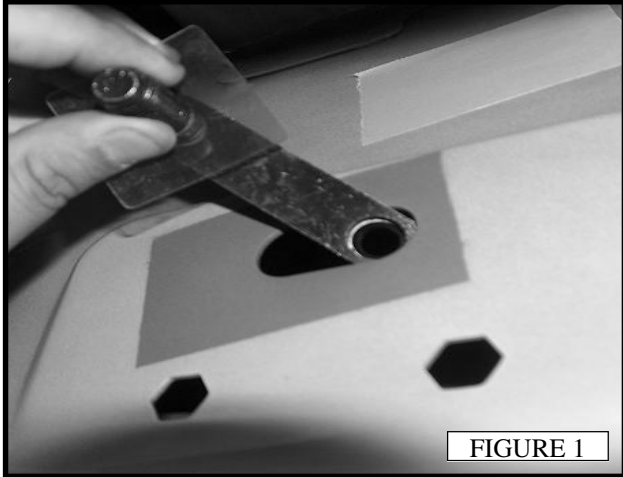

FIGURE 1
2. Starting at the passenger side, remove the tape that covers the front running board holes. This is located at the inner rocker panel behind the front tire. (FIGURE 1)
3. Partially thread (1) M11 plastic retainer to (1) stud + nut plate. Then place the stud plate through the slot with the two smaller holes below. Tighten the plastic retainer so the stud plate is secure. (FIGURE 1)
2. En commençant par le côté passager, retirer le ruban adhésif qui recouvre les trous avant du marchepied. Cela est situé sur la partie intérieure du couvre-culbuteur derrière le pneu avant. (FIGURE 1)
3. Fileter partiellement (1) arrêtoir M11 à (1) plaque à goujon + écrou. Puis placer la plaque à goujon à travers la fente avec les 2 trous les plus petits en-dessous. Serrer l'arrêtoir pour que la plaque à goujon soit solidement fixée. (FIGURE 1)